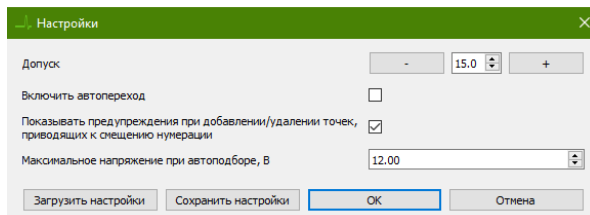

Рисунок 17. Окно настройки порога ошибки измерений ПО EPLab.
- Измените значение допуска, для этого перейдите в "Файл" -> "Настройки" главного меню и установите нужное значение в поле "Допуск" (Рисунок 17).